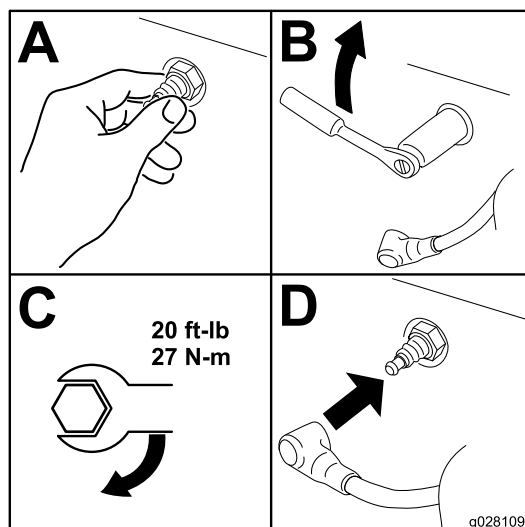

Figure 42
1. Posez la ou les bougies, comme montré à la Figure 42.